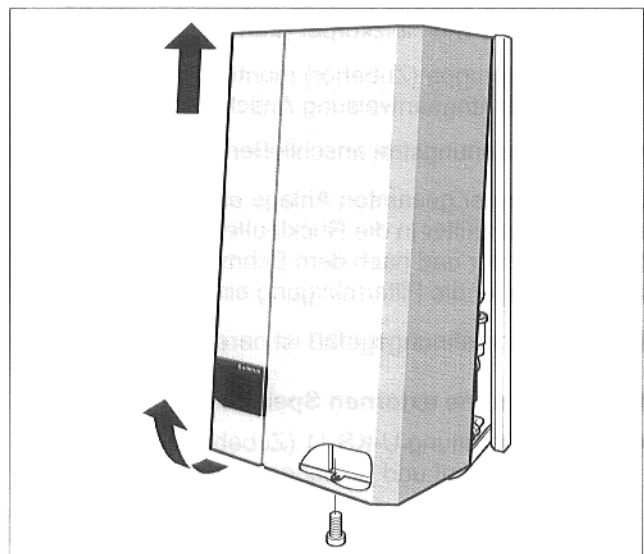

Abb. 4 Verkleidung abnehmen
- Halteschraube lösen (Abb. 4).